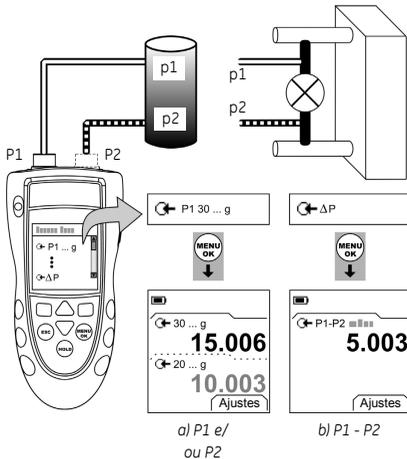

Figura 2: Configuração de exemplo – Medida de pressão
1. Conecte o instrumento (Figura 2) e, se necessário, ajuste o *Set Up/Conf.* (Tabela 1).
Os exemplos em Figura 2 mostram:
1. Conecte o instrumento à pressão padrão (Figura 2).